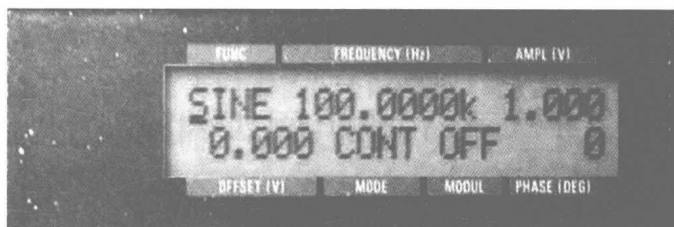

图 1.5 屏幕显示窗
- ⑤ 光标左、右移动键(《、》):用以改变屏幕上光标的左、右位置。
- ⑥ 光标上、下移动及数值增减键(≈、≈):用以改变屏幕上光标的上、下位置及改变数值。
- ⑦ 信号输出端口:输出阻抗为 $50\ \Omega$ 。其上方有一输出开关,开关按下时,输出端口可输出波形,CH1 指示灯亮。
- ⑧ 输出幅度设置键(AMPL):幅度设置范围为 $50\ \text{mV}$ 至 $10.00\ \text{V}$ (峰峰值),当输出端接 $50\ \Omega$ 负载时,输出幅度与屏幕上显示的值相一致。
- ⑨ 外触发输入端口:输入阻抗为 $10\ \text{k}\Omega$ 。
- ⑩ 相位设置键(PHASE)。
- ⑪ 直流偏置设置键(OFFSET)。
- ⑫ 设置存储/调出键。
- ⑬ 输出信号频率设置键(FREQ)。
- ⑭ 参数输入键:包括波形选择键(FUNC)、模式键(MODE)、调制选择键(MODUL)。
- ⑮ 屏幕显示窗:显示窗显示的内容如图 1.5 所示。